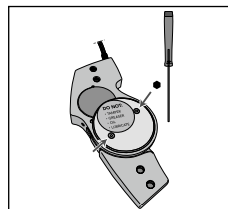

Fig. 4
2. Brug den medfølgende sekskantskruetrækker til at løsne de to skruer på den mediale (rustfri stål) dækplade og fjern den (**se fig. 4**).